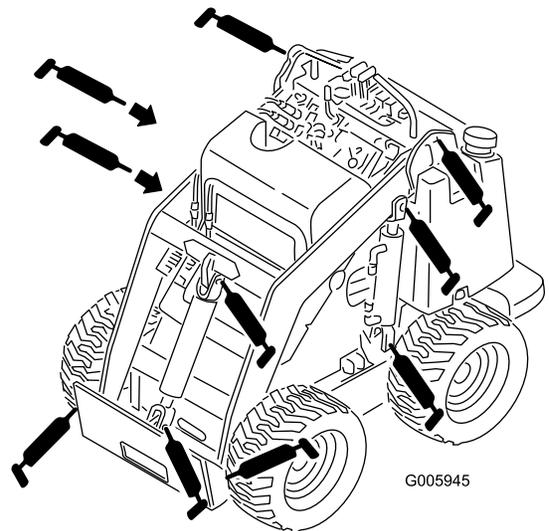
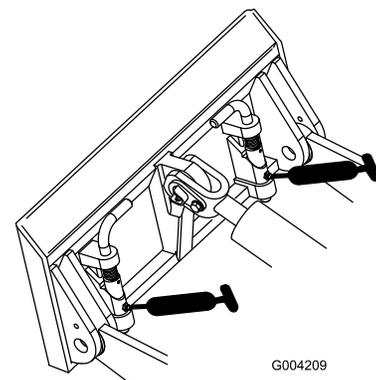

図 27
図 28
3. ニップルにグリスガンを接続する（図 27と図 28）。